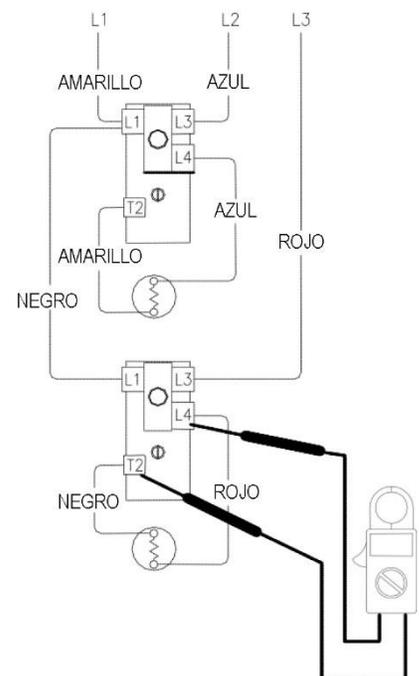

Figura 23
6. Compruebe los terminales L4 y T2 del termostato inferior (consulte la figura 23).